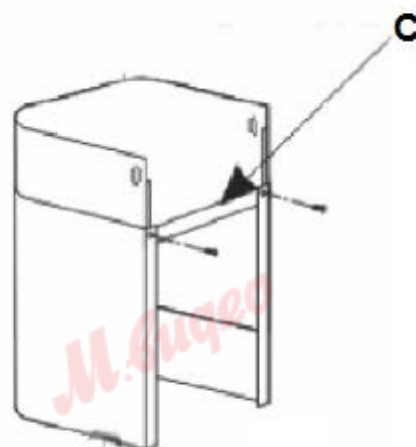

Рис. 4
- Установите плоскую скобу в задней части короба (рисунок 4, С).